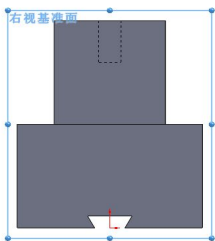

图 4-115 选择草绘平面
(1) 选择【特征管理器设计树】中的【右视基准面】，单击【草图】工具栏中的【草图绘制】按钮，进入草绘状态，并使视图正视，如图 4-115 所示。